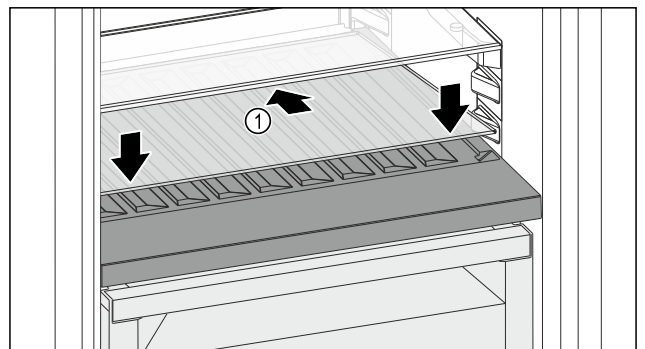

Fig. 167
- ▶ Glasplatte Fig. 167 (1) schräg und nach hinten unten geneigt ansetzen.
- ▶ Glasplatte Fig. 167 (1) vorne absenken.